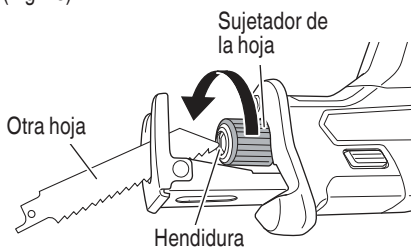

Fig. 13
- (1) Si una parte de la hoja de sierra rota sobresale de la pequeña hendidura del sujetador de la hoja, saque la parte saliente y extraiga la hoja.
- (2) Si la hoja de sierra rota se encuentra oculta dentro de la pequeña hendidura, enganche la hoja rota utilizando la punta de otra hoja de sierra y extráigala. (Fig. 13)